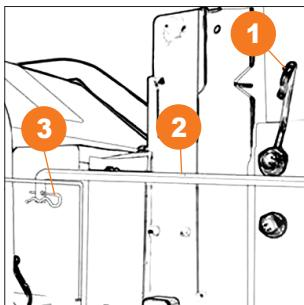

Рис. 11
- Отсоедините зажим ① от вала изменения направления ② (Рис.11)
- Отсоедините вал ② от щетки, вытащив шплинт ③ (Рис.11)